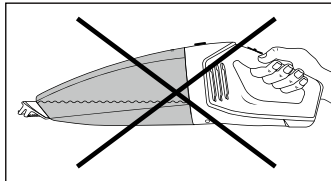

Rys. 2
- ▶ Jeśli doszło do zassania płynów, należy przemieścić urządzenie zawsze dyszą do odkurzania na mokro **1** skierowaną w dół (patrz rys. 2):